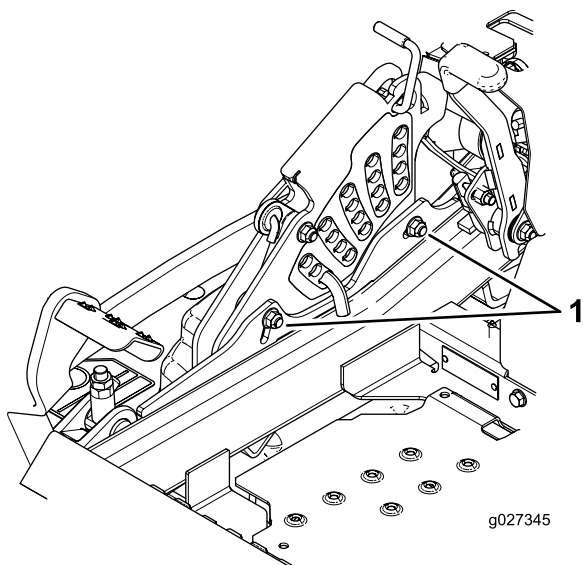

Figura 91
12. Para ajustar el sistema de ajuste de un solo punto, afloje los 2 pernos situados cerca del borde inferior de la pletina de altura de corte (Figura 91).
14. Apriete los 2 pernos en el borde inferior de la pletina de altura de corte (Figura 91). T